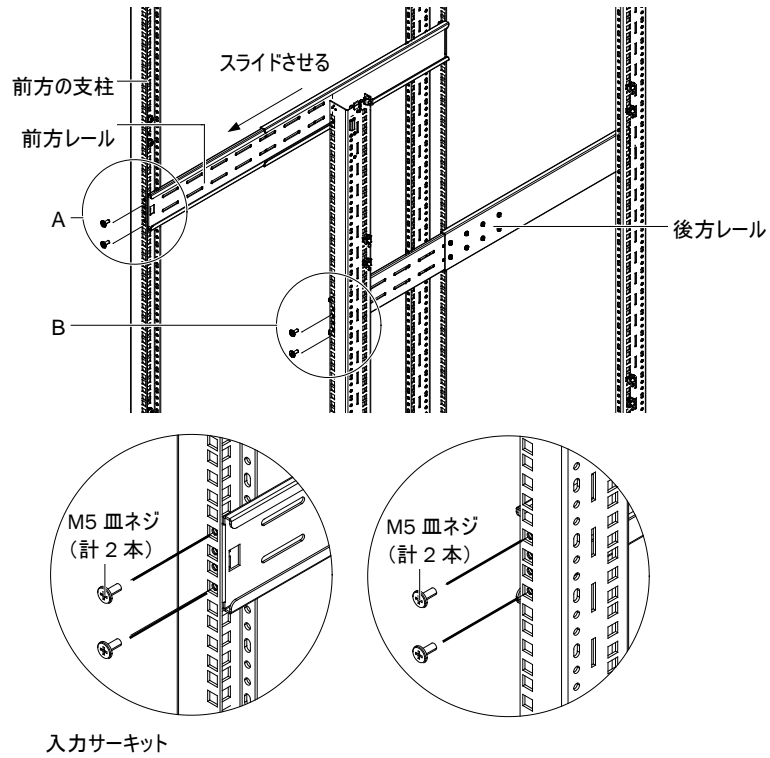

図 2-8 各スライドレールの前方レールを取り付ける
5. スライドレールの前方レールを、ラック内前方の支柱に届くまでスライドさせます(457~813mm で伸縮可能)。前方の支柱の取付け穴に各前方レールを M5 皿ネジ 2 本で固定します。スライドレールがすべて、ラック内 4 本の支柱上の同じ高さで固定されていることを確認してください(図 2-8)。